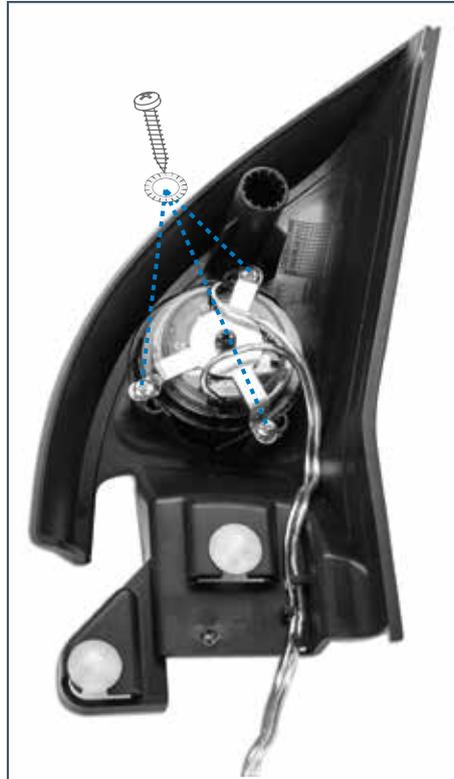

Fig. 31
11.3.1 Fissare il tweeter con le 3 viti autofilettanti 3,5x10 mm fornite nell'AP 1 SP MOUNTING KIT (Fig. 31).